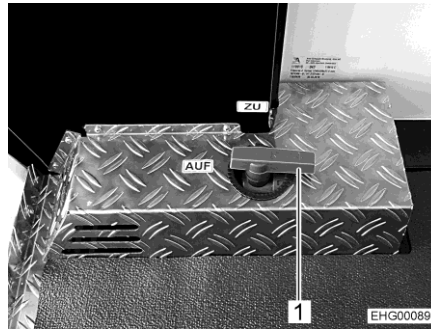

Fig. 206 Palanca de mando (llave de desagüe)
La palanca de mando (Fig. 206,1) para la eliminación de aguas residuales se encuentra en el garaje trasero. El tubo de salida con la conexión para una manguera de aguas residuales se encuentra debajo del vehículo.
- Abrir la llave de desagüe. Para ello, girar la palanca de mando (Fig. 206,1) a la posición "AUF" (abierto). Se vacía las aguas residuales.
- Una vez que hayan salido totalmente las aguas residuales, volver a cerrar la llave de desagüe. Para ello, girar la palanca de mando (Fig. 206,1) a la posición "ZU" (cerrado).